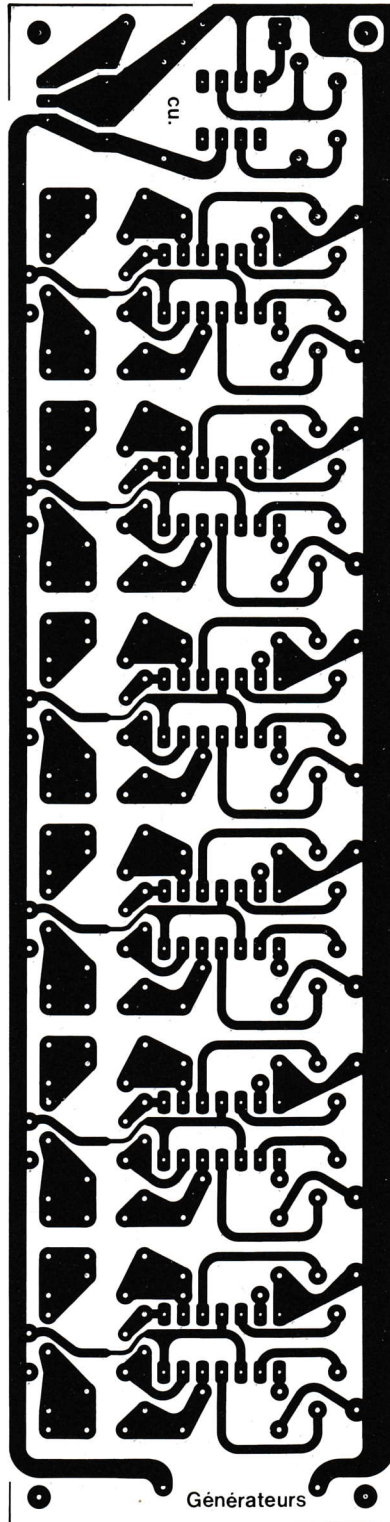

Fig. 8a
- la platine oscillateur regroupant les 12 générateurs de notes et l'amplimélangeur confié à un TL 081 (figures 8a et 8b).